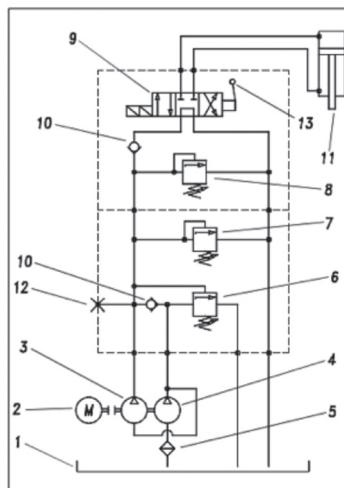

Fig 5
- 7) centralina idraulica per il comando (vedere schema Fig. 5) del cilindro che comprende: